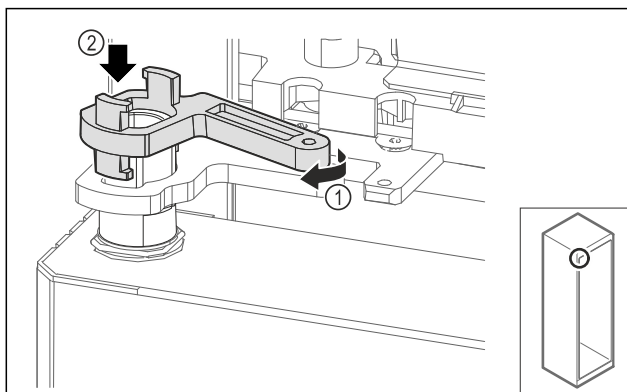

Fig. 66
- ▶ Rotiți ușor închizătorul de blocare al suportului de lagăr Fig. 66 (1) și așezați-l pe manșon Fig. 66 (2).